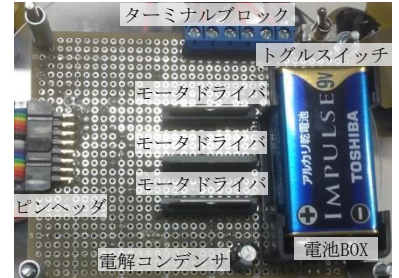

図2 搭載している回路
①ハードウェアの特徴：オムニホイールを使用することで多様な動きを可能にした。回路部の回路(図2)は取り外しが可能であり、**回路制作の教材としても活用することができる**。処理部に使用しているArduinoは、C/C++言語に近いArduino言語を使用しており、**プログラミング学習の導入としても利用することができる**。
②ソフトウェアの特徴：**モータ制御、Hブリッジ制御、プログラムを分かりやすく可視化し、学習することができるようにした**。プログラムについては、ロボットを動かすために必要な要素を選択することによって構築されるようにした。さらに、ボタン1つでプログラムを出力するようにし、変更点が確認できるようにした。